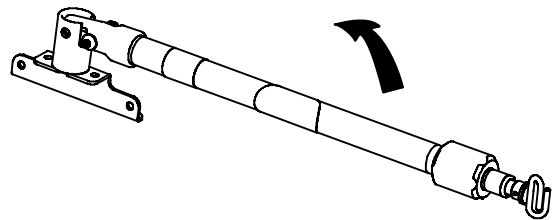

Figure 22 – Position de rangement du support de perfusion en deux parties
1. Soulever et faire pivoter le support de perfusion à partir de sa position de rangement. Appuyer vers le bas jusqu'à ce que le support de perfusion se verrouille dans le boîtier (A).
2. Pour élever la hauteur du support de perfusion, tourner le collier de verrouillage (B) dans le sens antihoraire et tirer la partie télescopique (C) vers le haut. Élever le support de perfusion jusqu'à la hauteur désirée.
3. Tourner le collier de verrouillage (B) dans le sens horaire pour verrouiller la section télescopique (C) en place.
4. Suspendre les poches de perfusion au crochet de perfusion (D).
5. Tourner le collier de verrouillage (B) dans le sens antihoraire et faire glisser la section télescopique (C) dans le tube du bas.
6. Tourner le collier de verrouillage (B) dans le sens horaire pour serrer.
7. Soulever et faire pivoter le support de perfusion vers le bas dans sa position de rangement (Figure 22).